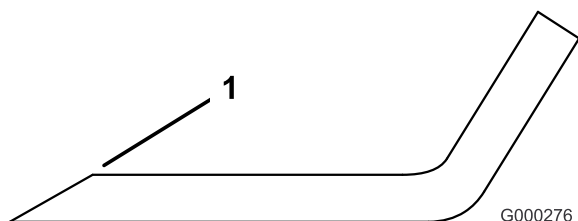

Figure 67
1. Au moyen d'une lime, aiguisiez les tranchants aux deux extrémités de la lame (Figure 67). Veillez à conserver l'angle de coupe d'origine. Limez la même quantité de métal sur chacun des deux tranchants pour ne pas déséquilibrer la lame.